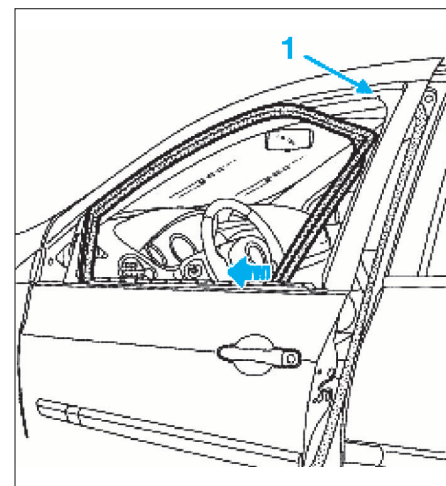

FIG. 71
- Extraire le coulisseau de vitre de porte (suivant la flèche) (Fig.71).